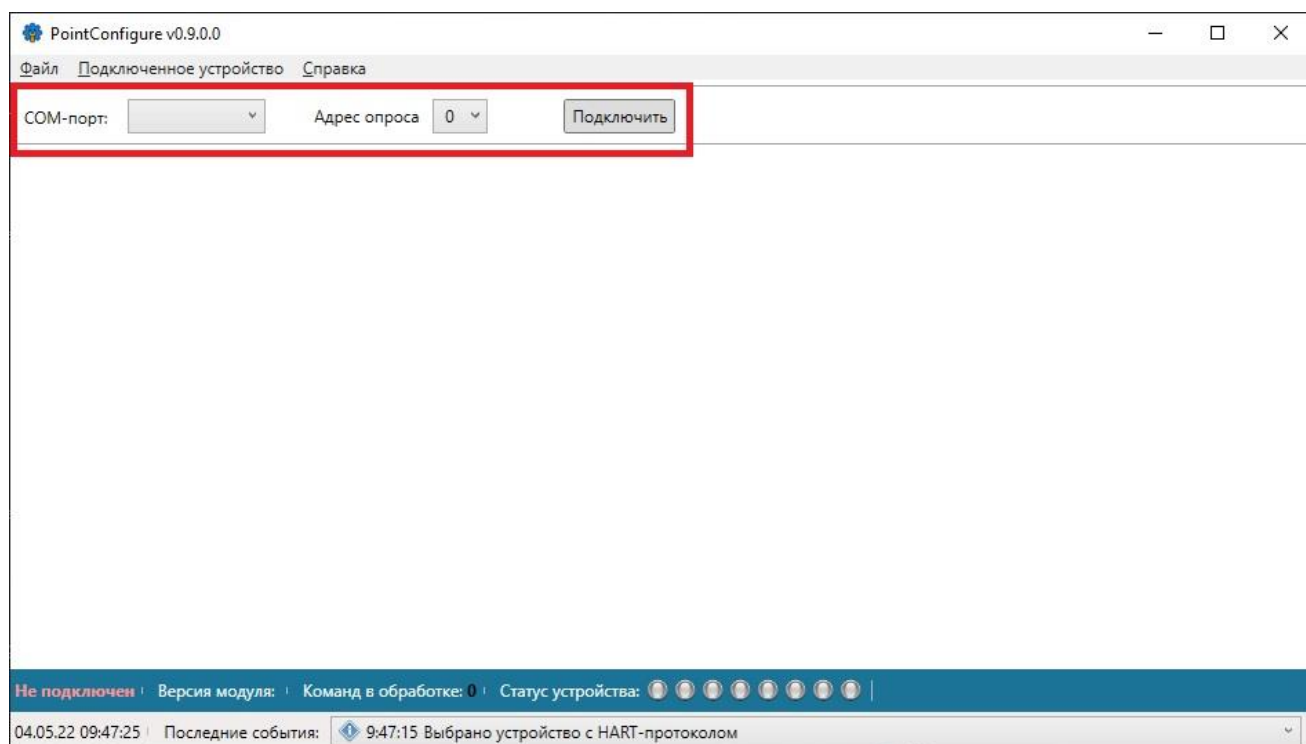

Рисунок 1 – Подключение преобразователя к компьютеру
6.4.4 Для подключения к устройству необходимо выбрать COM-порт, к которому подсоединен HART-модем или адаптер, и адрес опроса (по умолчанию равный 0) и нажать на кнопку «Подключить» (Рисунок 1).